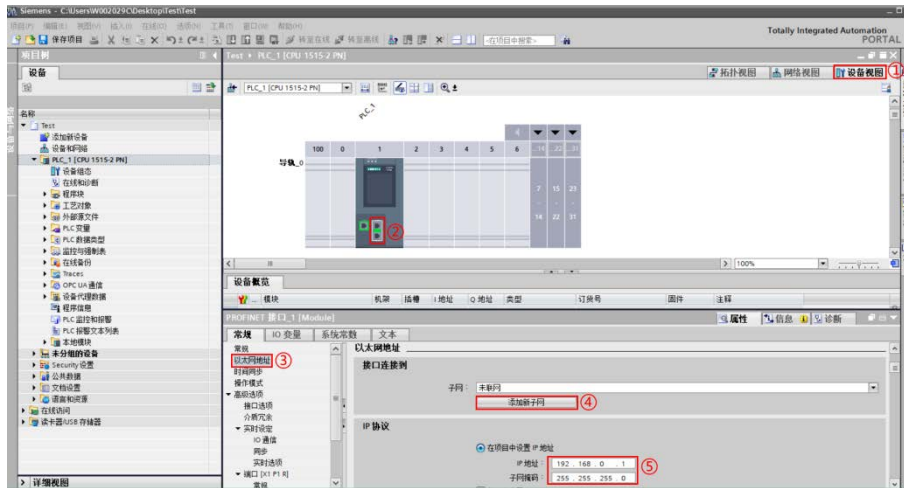

图 3.3 PLC 参数配置
- 3) 在工作区的【设备视图】下选中控制器的 PN 接口，在其属性窗口选择【常规】选项卡内的【以太网地址】项内，点击【添加新子网】创建以太网子网【PN/IE\_1】和填写 PN 接口的【IP 地址】及【子网掩码】，如图 3.3 所示。